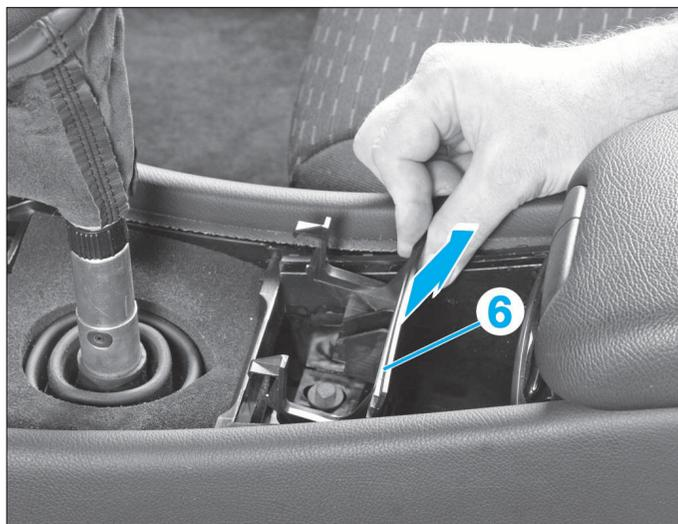

FIG. 19
- le cloisonnement du (6) du porte-gobelet (Fig.19).